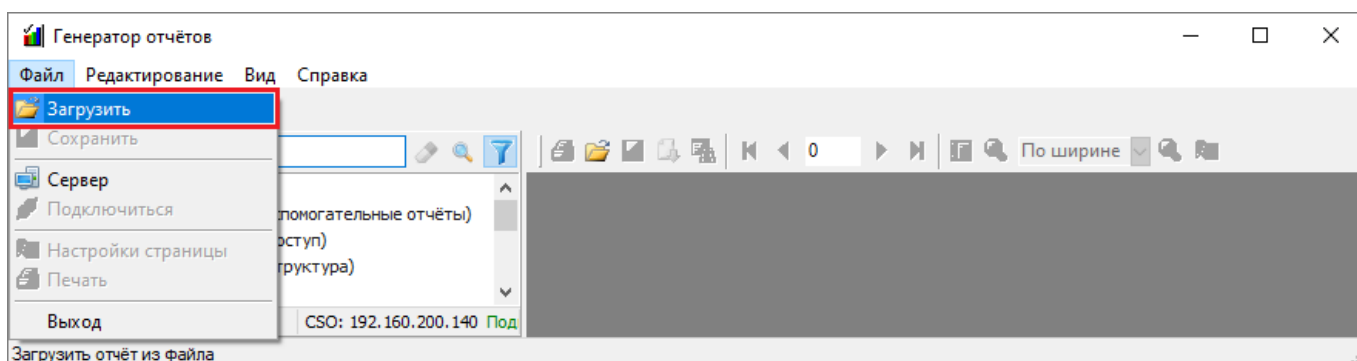

Рисунок 11-314 Загрузка отчета через меню "Файл"
- выберите в меню «Файл» (см. п. 11.5.1.1) пункт « Загрузить» (см. Рисунок 11-314);